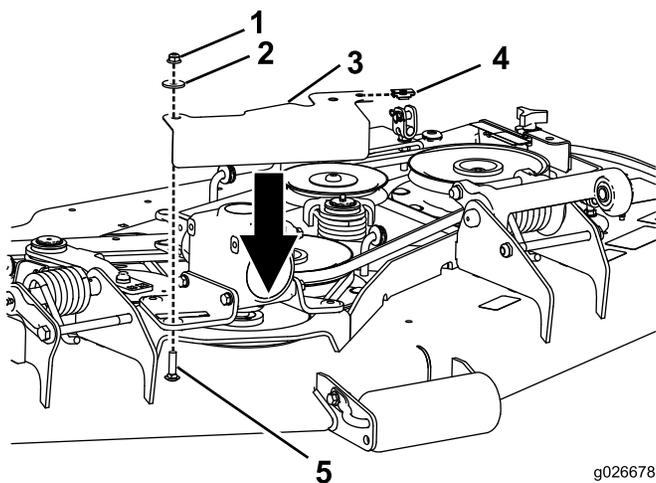

Figura 2
- 2. Usando las tuercas que retiró en el paso anterior, instale el protector de las poleas a los soportes de montaje de la caja de engranajes (Figura 2).
- 3. Coloque la tuerca de retención sobre el taladro vacío del protector de las poleas (Figura 2).